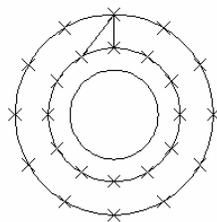

图 2-60 绘制棘轮轮齿
(4) 绘制棘轮轮齿。单击“默认”选项卡“绘图”面板中的“直线”按钮, 连接 3 个等分点, 绘制直线, 如图 2-60 所示。